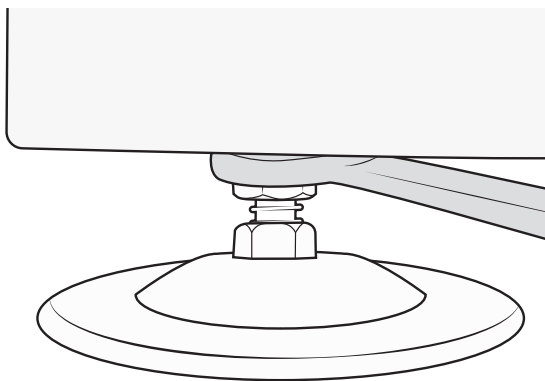

Figure 107
1. Desserrez le contre-écrou sur les pieds côté pieds. Voir Figure 107.